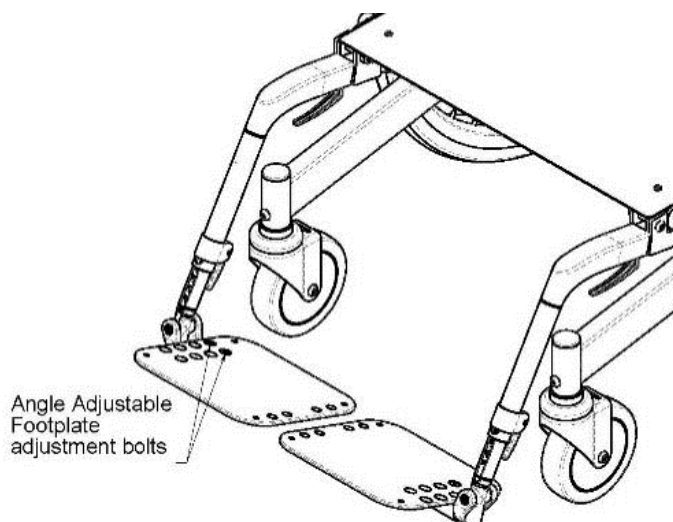

Fig. 6 Vinkeljusterbara fotplattor.
1. Lossa skruvarna för justering av fotplattan (fig. 6).
1. Ta bort skruvarna och muttrarna för justering av fotplattan (fig. 6).